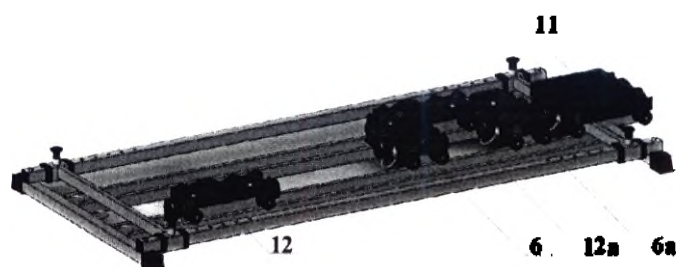

Рисунок 1 – Схема тренажера
- 4.2. Тренажёр (см. рис. 1) представляет собой сварную конструкцию. Основными частями являются: стойка с роликами для подъёма и поддержания пациента, направляющей лыжни для ногоступов прямого хода, бокового хода и слаломного хода